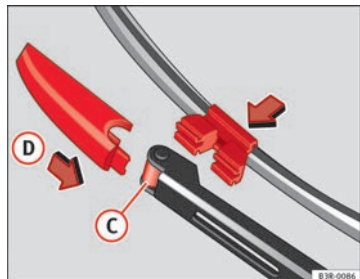

Fig. 182 Colocar la escobilla
- Coloque la escobilla nueva en el alojamiento del brazo del limpiaparabrisas → fig. 182 (C).
- Desplace el elemento de bloqueo de la escobilla en la dirección de la flecha (D) hasta que se perciba que encastra en el brazo del limpiaparabrisas.